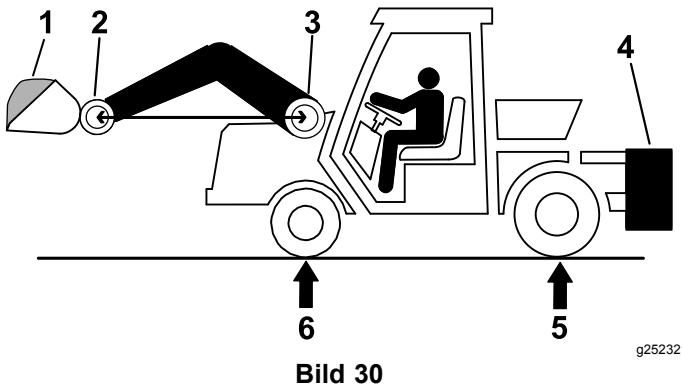

Bild 30
1. Beladen Sie die Ladeschaufel vollständig, heben Sie die Schaufel in die äußerste Position nach vorne an, wie in Bild 30 dargestellt.
2. Ermitteln Sie mittels einer Waage das Gesamtgewicht des Fahrzeugs (GVW) an der Vorder- und Hinterachse, wobei der Lader soweit angehoben ist, dass der Schaufelbolzen auf gleicher Höhe wie der Auslegerbolzen (Bild 30) liegt.
**Hinweis:** Ist R **kleiner** als das erforderliche Hinterachsgewicht (RRAW), ist kein Ballast erforderlich (Bild 30).